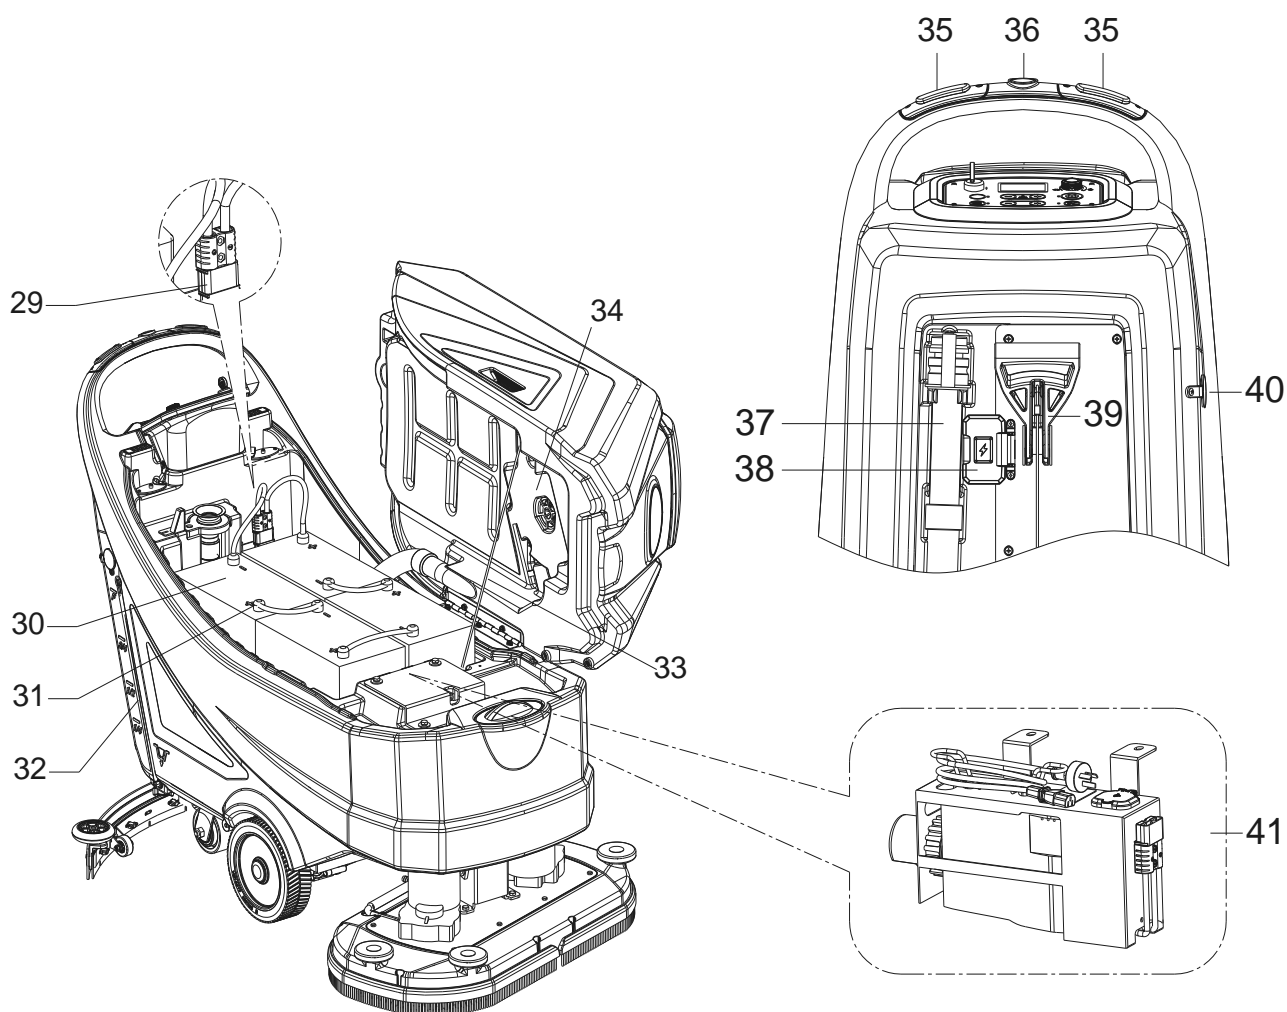

Рис. 2
СТРУКТУРА МАШИНЫ (как показано на Рис. 2)
1. Убедитесь, что соединитель батареи (29, Рис. 2) подключен.